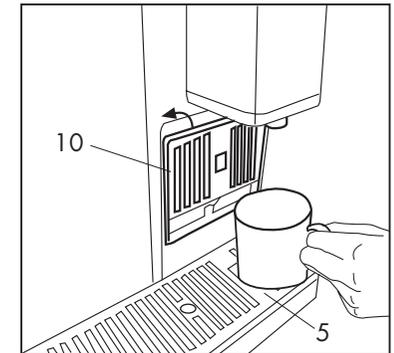

Fig. 5
- Contrôler qu'il n'y a pas de capsules à l'intérieur et allumer la machine en actionnant l'interrupteur (2)
- Fermer le support pour petite tasse (10) et placer une grande tasse sur la grille (5) **(fig. 5)**